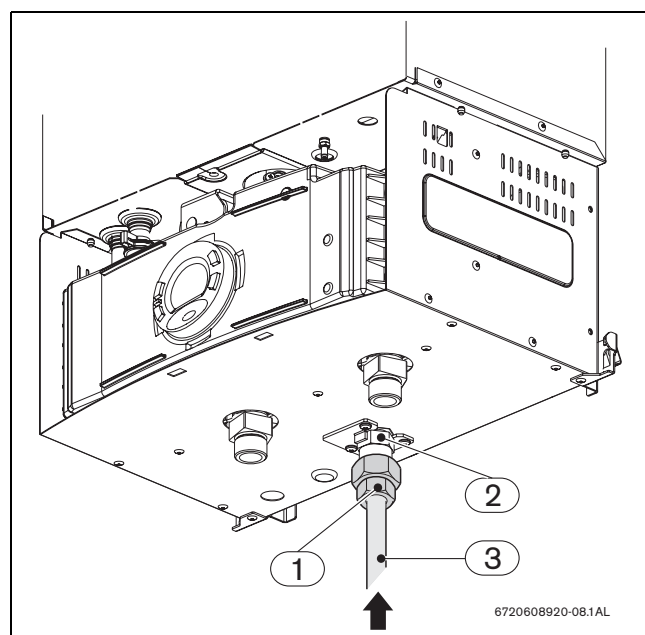

Fig. 26 Collegamento tubo di adduzione gas
- ▶ Nel caso di installazione con un collegamento a una rete di erogazione del gas è obbligatorio usare tubi metallici in conformità alle norme applicabili. Per effettuare un collegamento tra la rete di erogazione del gas e lo scaldabagno, dev'essere utilizzato un raccordo da collegare al filetto in dotazione. Stringere il dado ( Fig. 26, pos.1) presso il filetto di entrata gas ( Fig. 26, pos. 2) e realizzare il collegamento saldato tra il tubo ( Fig. 26, pos. 3) e la rete di erogazione.